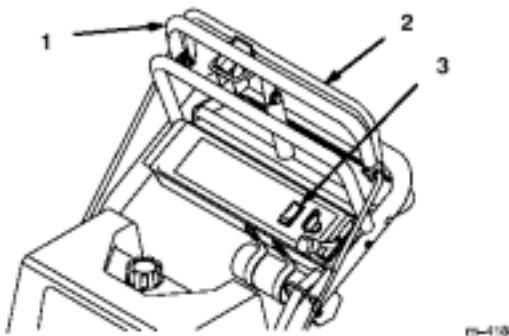

图13
- 1、后拉高位控制手柄来停止机器。 (图13)
- 1、放开刀片控制杆，可停止剪草刀片。 (PTO) (图13)